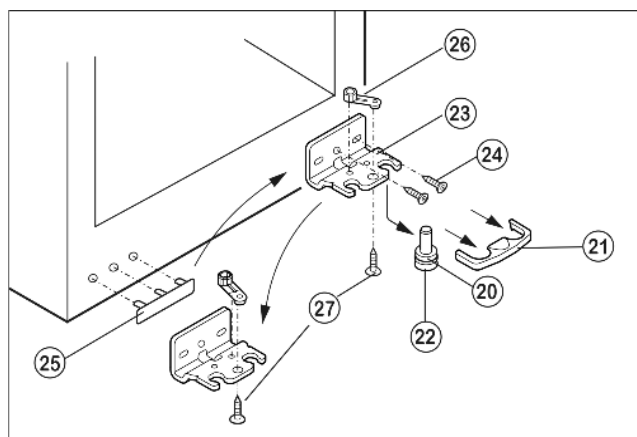

Fig. 5
- Нижнюю крышку Fig. 5 (21) снимите движением вперед.
- Вытяните опорный палец Fig. 5 (22) вниз и вперед. При этом следите за гнездом шарнира Fig. 5 (20).
- Открутите опорный кронштейн Fig. 5 (23) (2 шт. Torx 25) Fig. 5 (24).
- Открутите опорную деталь Fig. 5 (26) (1 Torx 25) Fig. 5 (27) и, переставив в отверстие на противоположной стороне опорной подставки, снова прикрутите.
- Снимите и переставьте крышку Fig. 5 (25) со стороны ручки.
- Снова прикрутите опорную подставку Fig. 5 (23) на новой стороне шарнира, при необходимости с помощью аккумуляторного шуруповерта через внешний продольный паз и круглое отверстие.
- Снова слегка наклоните устройство назад и переставьте опорный палец Fig. 5 (22).
- Снова защелкните крышку Fig. 5 (21).